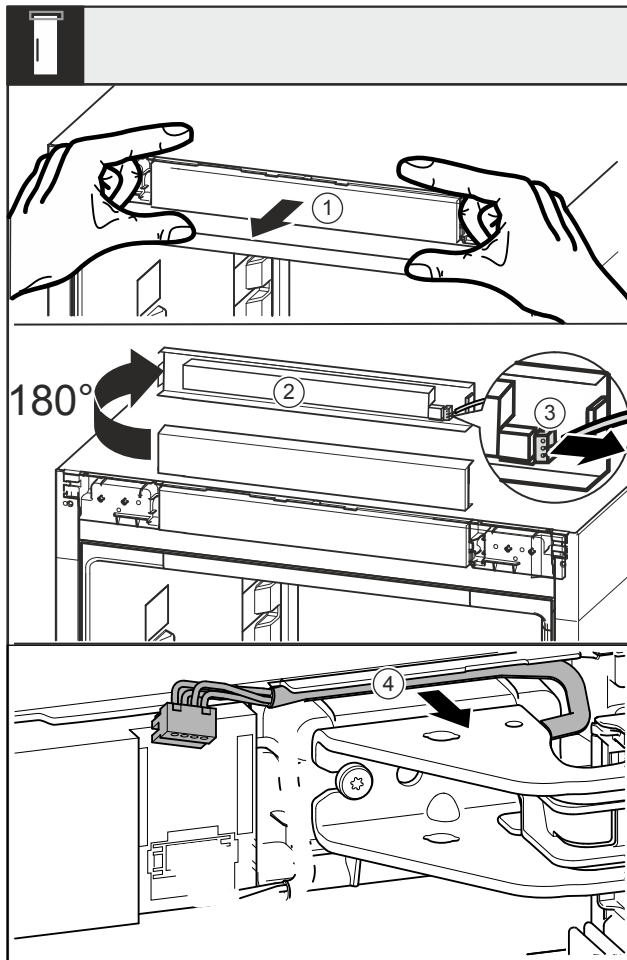

Fig. 16
- ▶ Poluzować zaślepkę Fig. 16 (1) do przodu.
- ▶ Obrócić zaślepkę Fig. 16 (2) do góry o 180°.
- ▶ Docisnąć zaczep przy wtyczce Fig. 16 (3) do tyłu i wyciągnąć ostrożnie wtyczkę.
- ▶ Wyjąć kabel Fig. 16 (4) znajdujący się nad płytką zawiasu z przewodnicy.